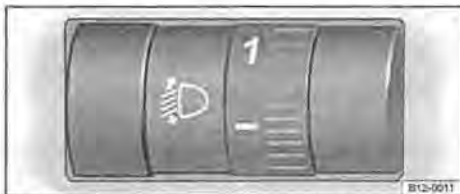

Fig. 64 La rotella del correttore assetto fari, accanto al volante
– Ruotare la manopola fig. 64 mettendola nella posizione appropriata (esempio di livello di carico¹⁾ del veicolo).